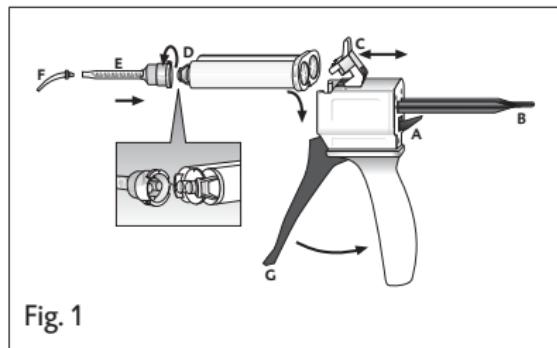

Fig. 1
1. Pousser le levier [fig. 1, pos. A] au dos de la burette Automix-Dispenser vers le haut et glisser le poussoir [fig. 1, pos. B] complètement en arrière.
2. Relever le verrou en plastique [fig. 1, pos. C], placer la cartouche et la bloquer avec le verrou en plastique [fig. 1, pos. C].
1. Tourner le bouchon de la cartouche [fig. 1, pos. D] ou la canule de mélange utilisée de 90° dans le sens antihoraire et la/le jeter.
2. Placer une canule de mélange neuve [fig. 1, pos. E].
4. Insérer un tube intra-oral [fig. 1, pos. F].
- ▶ Mélanger le matériau dans la canule de mélange de la burette Automix-Dispenser en actionnant le levier [fig. 1, pos. G] et l'appliquer directement.
2. Relever le verrou en plastique [fig. 1, pos. C] et retirer la cartouche.